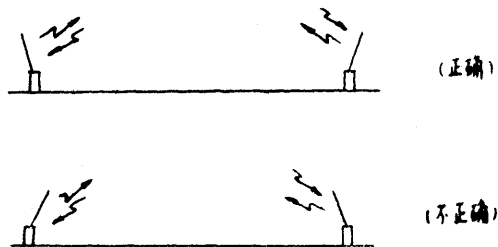

图 7
7) 在通信距离不远或讯号较强时电台的方向性不明显。但在讯号较弱时天线方向性就较明显。一般情况下,双方应使天线互为背向倾斜(见图 7)。当不易辨明通讯方向线时可作缓转来确定一个最佳可听度方向。
8) 在臥倒状况下进行通讯时应使天线与地面垂直或成背向倾斜状况(见图7)。
8. 电台进行通讯时天线方向性要注意,一般应为垂直,或背向倾斜(见图7)